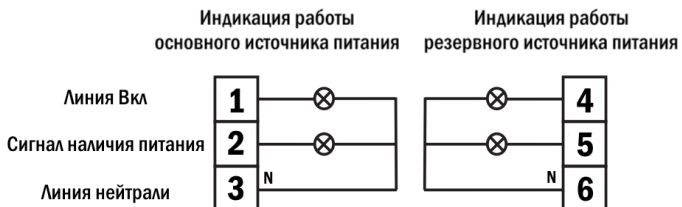

Рис. 6
- 1.5. Подключите внешнюю индикацию согласно схеме подключения (рис. 6).